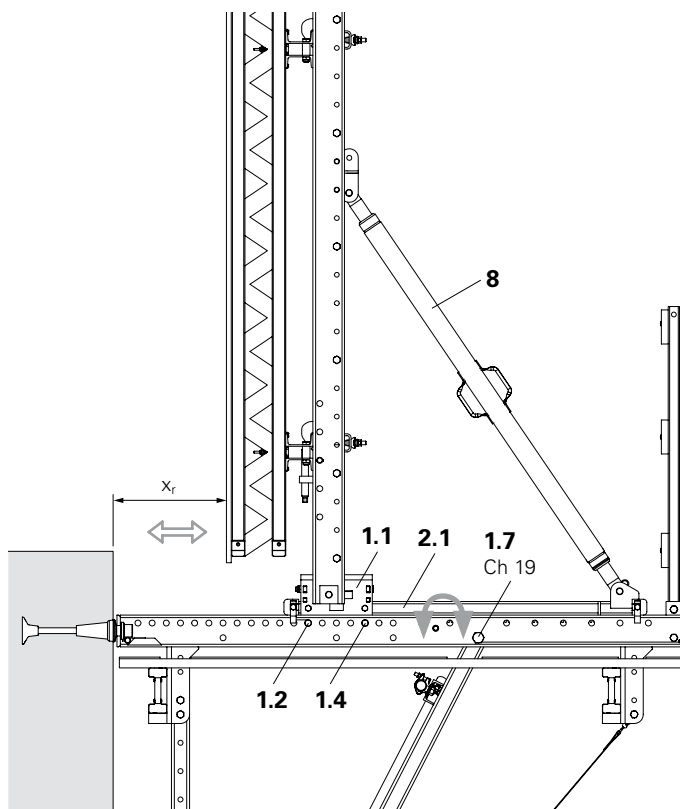

Fig. A4.05
– Assicurare i perni con gli inserti a molla. (Fig. A4.05)